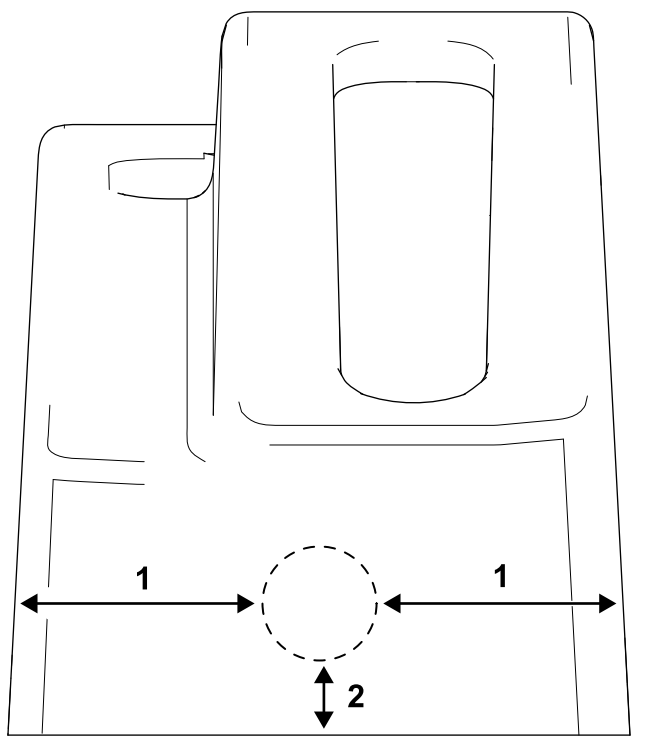

Figura 2
3. Realice un taladro (3 cm) en la parte delantera de la cubierta, tal y como se muestra en la Figura 2